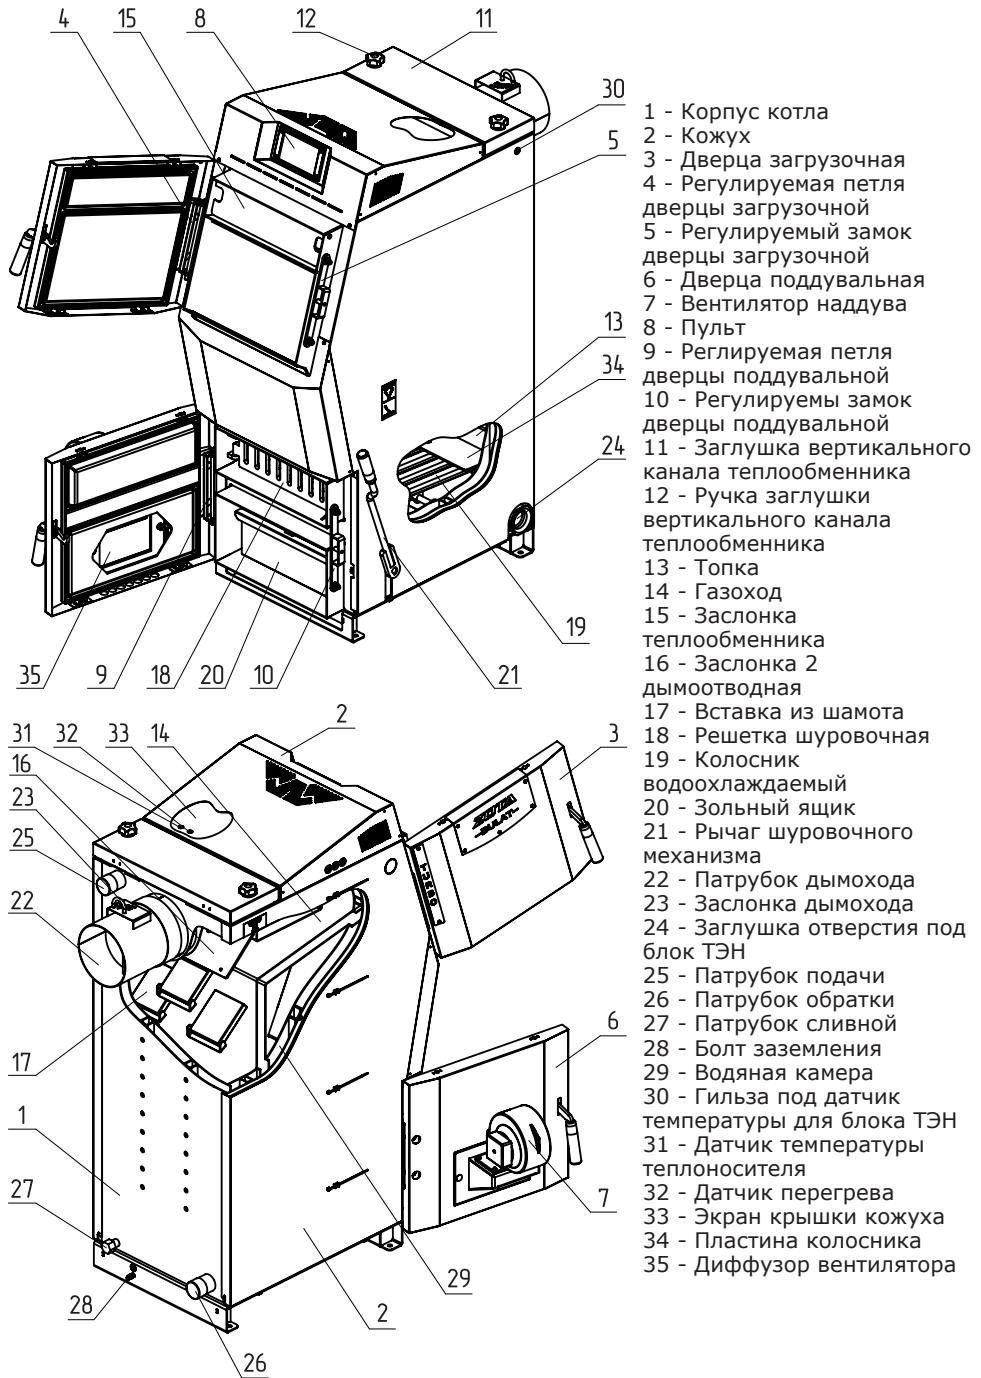

Рис.1 Конструкция отопительного котла
4.5.10. Эксплуатация котла без зольного ящика (Рис.1 поз.20).
5.1. Котел (Рис.1) состоит из корпуса (поз. 1), топки (поз.13), патрубка дымохода (поз.22). В нижней части топки находятся водоохлаждаемые колосники (поз. 19) и зольный ящик (поз.20).
Внимание! Не допускается эксплуатация котла без установленного зольного ящика (Рис.1 поз.20). Эксплуатация котла без установленного зольного ящика приводит к прогоранию и деформации водонеохлаждаемых поверхностей котла. В случае нарушений условий эксплуатации котла рекламации не принимаются.
Внимание! Не допускается эксплуатация котла без установленной шуровочной решетки (Рис.1 поз.18). Отсутствие шуровочной решетки может привести к повреждению лакокрасочного покрытия и прогару поддувальной двери. В случае нарушений условий эксплуатации котла рекламации не принимаются.
5.3. В корпус котла вмонтировано рычажное шуровочное устройство с приводом от рычага (Рис.1 поз.21), предназначенное для удаления золы с колосниковой решетки.
Внимание! Не допускается эксплуатация котла без установленной заслонки (Рис.1 поз.15). Эксплуатация котла без установленной заслонки приводит к прогоранию и деформации водонеохлаждаемых поверхностей котла. Котел не выходит на номинальную мощность. В случае нарушений условий эксплуатации котла рекламации не принимаются.
- Откройте заглушку вертикального канала теплообменника (Рис.1 поз.11) и уберите заслонку 2 дымоотводную (Рис.1 поз.16);
- После установки шамотных кирпичей установите заслонку 2 дымоотводную (Рис.1 поз.16) и заглушку вертикального теплообменника (Рис.1 поз.11).